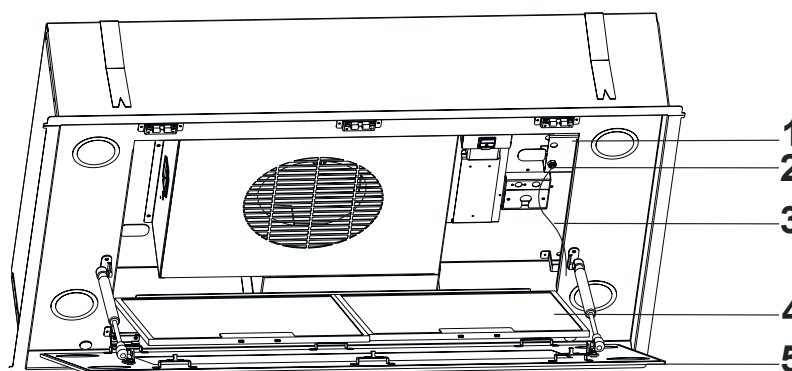

Fig. 11
5. ➤ 5. Luta ut kantsugplattan genom att ta tag i hörnen och dra försiktigt i den (Fig. 11/1). Ta bort fettfiltrena (Fig. 11/2) och dra ståltrådarna genom säkerhetslåsen uppifrån och ner (Fig. 11/5). Gör detta med alla de 4 medföljande stålvajrarna.
Observera: när stålvejrnarna placeras i förvaringsutrymmet måste den böjbara metallen böjas så att stålvejrnarna inte faller ut (Fig. 11/4).